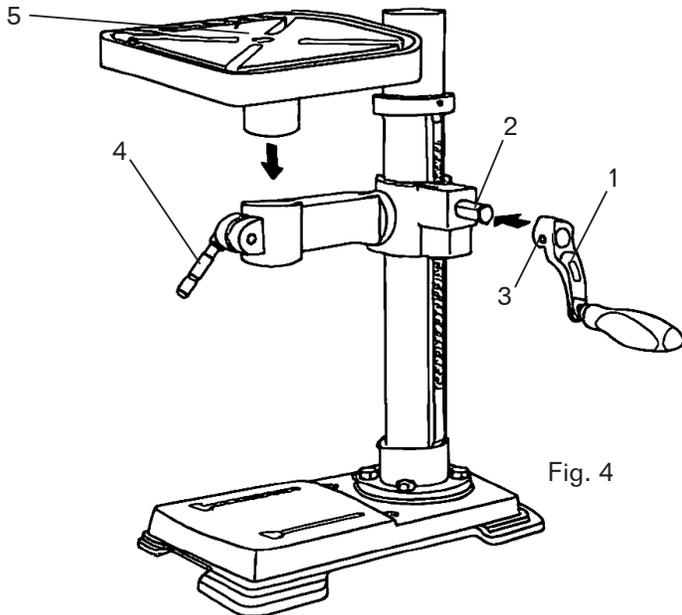

Fig. 4
SOPORTE DE SOPORTE DE MESA A MESA (FIG. 4)
1. Coloque la manivela (Fig. 4 - 1) en el eje (Fig. 4 - 2) del soporte de la mesa de modo que la parte plana del eje quede debajo del tornillo de fijación (Fig. 4 - 3). Apriete el tornillo de fijación.
2. Enrosque la manija de bloqueo de la mesa (Fig. 4 - 4) en la parte delantera del soporte de la mesa.
4. Coloque la mesa (Fig. 4 - 5) en la misma dirección que la base. Instale la mesa y apriete la manija de bloqueo de la mesa (Fig. 4 - 4) y la manija de bloqueo del soporte.